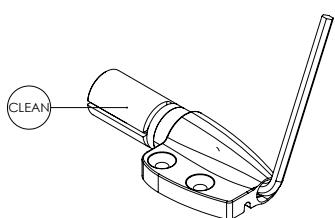
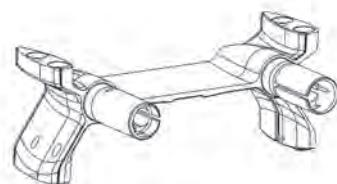

Fig. 23.1
Fig. 23.2
Existen dos tipos de fijación de los extensores: los «soportes-prolongadores» (Fig. 23.1) y el «BRIDGE » (Fig. 23.2).
- 1- Desengrasé y limpíe la parte expansiva de los cierres en contacto con el interior de los extensores para mejorar la sujeción. (Fig. 23.1)